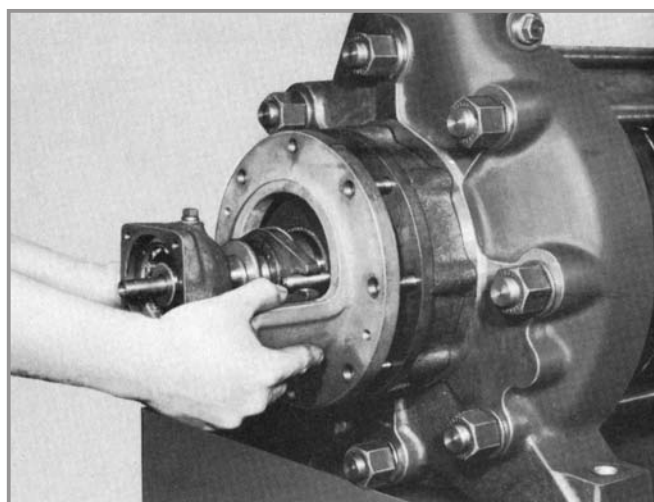

Fig. 36 - Extração do corpo de mancal
08. Manualmente extrair o corpo de mancal (350) (vide Fig. 36).